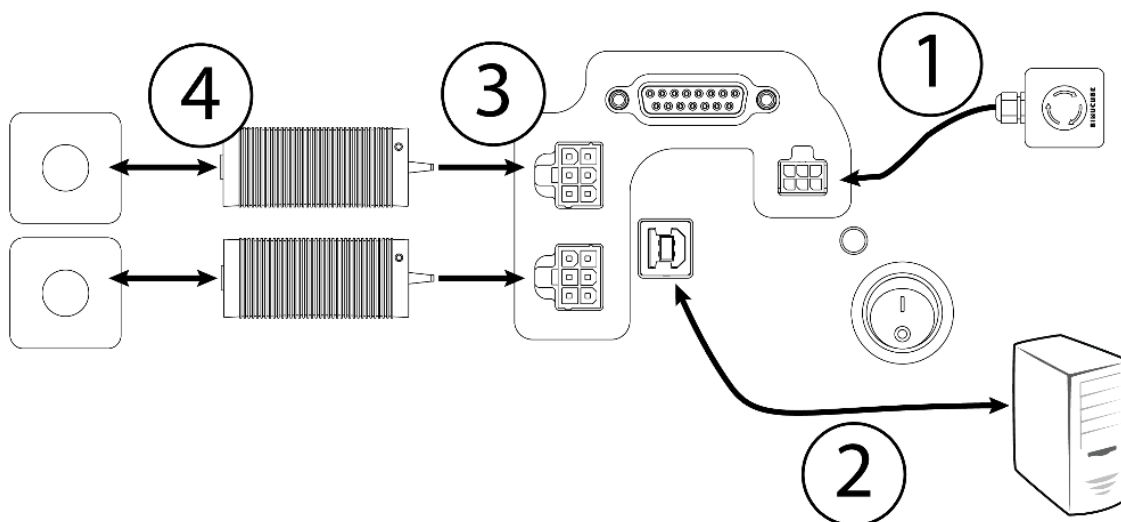

Figure 5 Schéma de câblage du Simucube 2 Sport et Pro.
Branchez les câbles comme indiqué sur les figures 5 et 6. Important : branchez systématiquement les blocs d'alimentation secteur sur le Simucube (raccord 3) avant de les brancher dans la prise secteur (4).